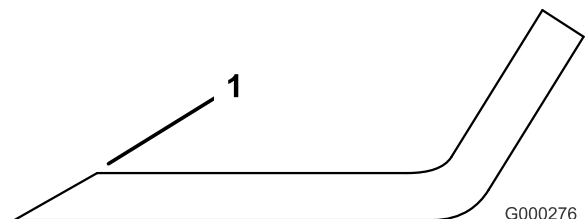

Figura 88
3. Inspeccione as extremidades de corte de todas as lâminas e afie-as se apresentarem sinais de desgaste ou ranhuras (Figura 88).
Nota: Afie apenas a zona superior da parte cortante e mantenha o ângulo de corte original para garantir um desempenho eficaz da lâmina (Figura 88). A lâmina mantém o equilíbrio se for retirada a mesma quantidade de metal de ambas as partes cortantes.